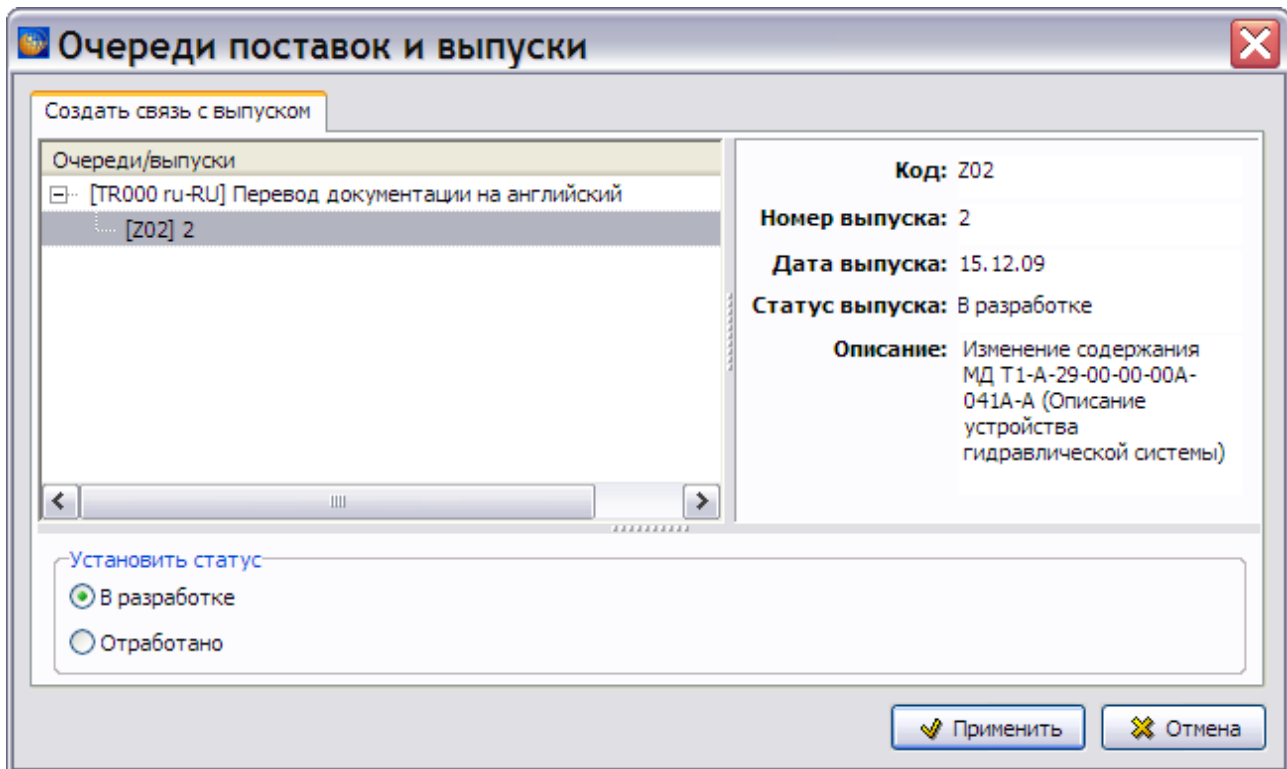

Рис. 23.26
9. В окне **Редактор публикаций** выберите пункт меню **Информационный набор**, а в нем – **Связать с выпуском...**. В появившемся окне **Очереди поставок и выпуски** отображается очередь поставки и выпуск, с которым у публикации была установлена связь (Рис. 23.26).